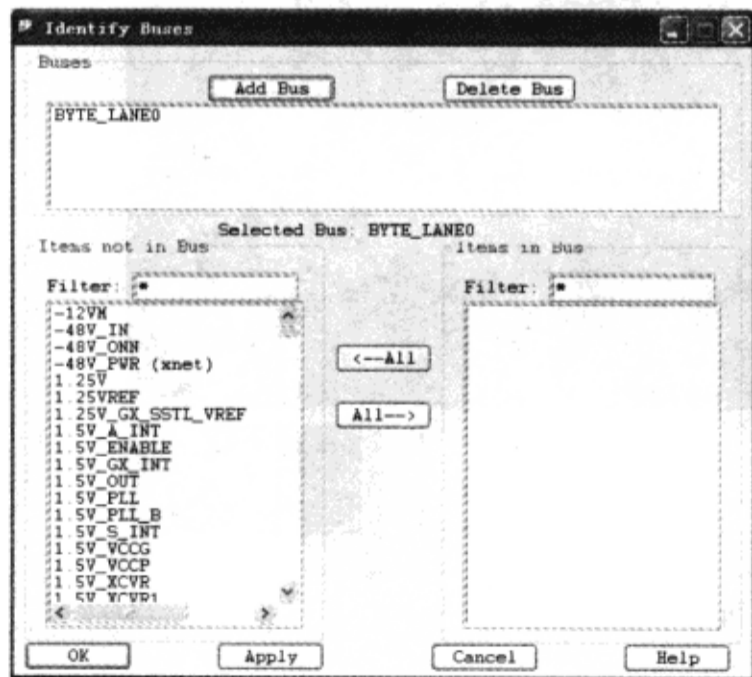

图 3-7-4 “Identify Buses” 对话框
(4) 在“Allegro PCB SI XL”对话框中输入“BYTE\_LANE0”→单击“OK”按钮，可以看到在“Identify Buses”对话框的“Buses”区域的列表中已经显示“BYTE\_LANE0”，并且在列表框底部显示“Selected Bus: BYTE\_LANE0”，如图 3-7-4 所示。